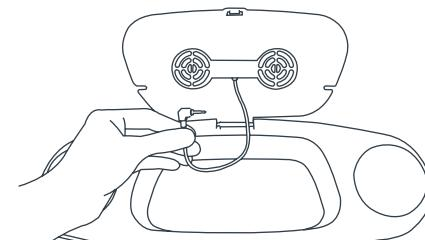

Fig. 10
- 10)** • La bandeja del padre viene con los altavoces con un enchufe MP3 adentro. Los altavoces tienen un alambre con un enchufe masculino para el uso con los jugadores MP3 así que usted y su niño pueden escuchar la música mientras que usted da un paseo. Conecte el extremo masculino del alambre del altavoz en su jugador MP3 (Fig. 10).